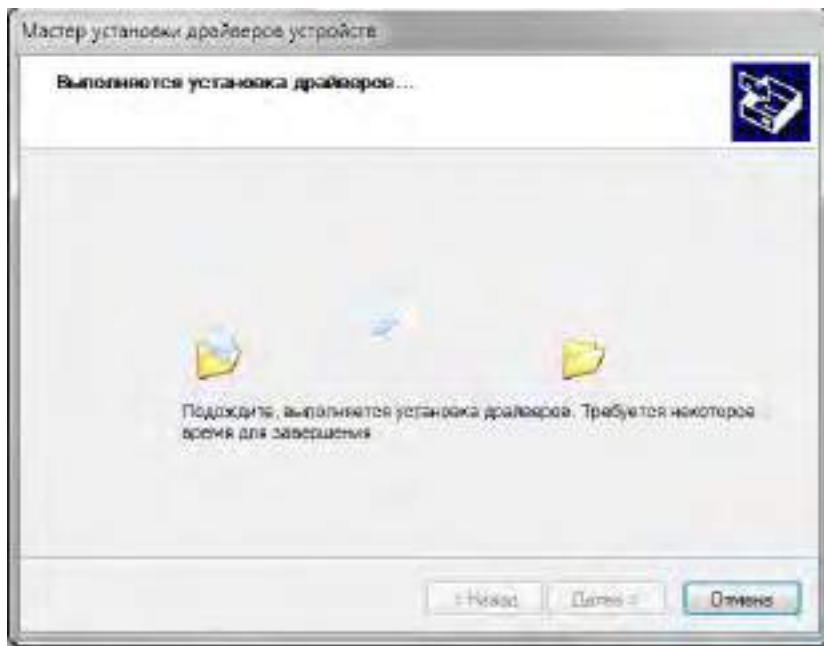

Рисунок 15 – Окно процесса копирования файлов драйверов
3.4.4 Дождаться окончания процесса установки драйверов (рисунок 15).